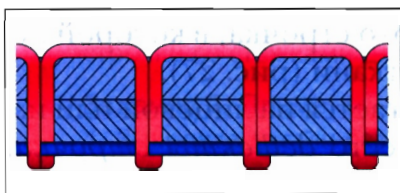

Рис. 30. Петляние снизу
*Петляние снизу* — верхняя нитка образует петли на нижней стороне ткани (нижняя нитка туго натянута) (рис. 30).